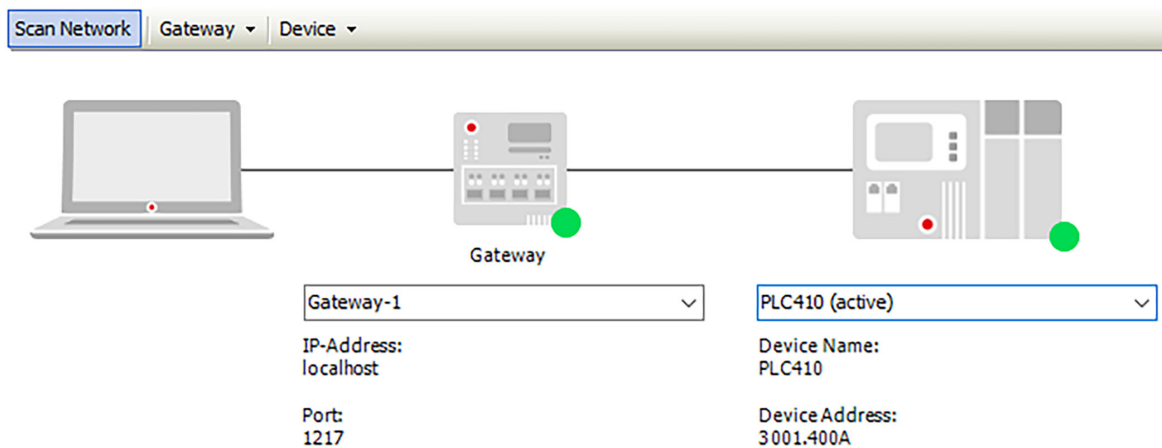

Figura 14.3: Dispositivo pronto para programación
- 6) El dispositivo estará pronto para la programación cuando aparezca **PLC410 (active)**, junto a una señalización verde, encima del nombre del dispositivo, conforme lo muestra la Figura 14.3 de la página 14-3.